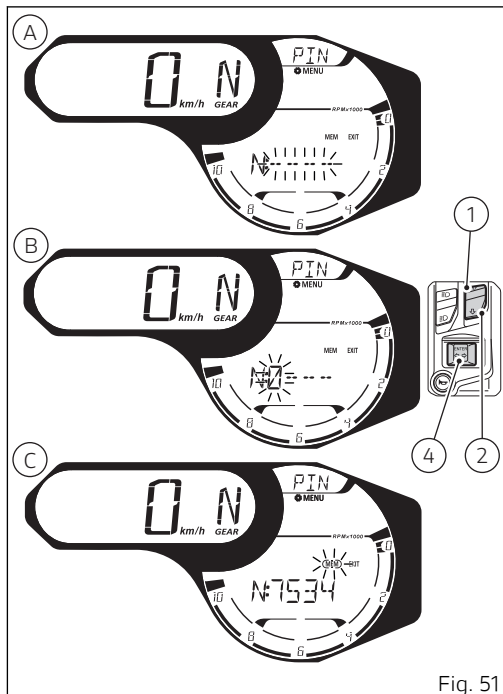

Fig. 51
Al presionar el pulsador (4) para la confirmación del cuarto y último número, en el salpicadero parpadea el borde de la inscripción MEM (C, Fig. 51).
- seleccionar "EXIT" (borde parpadeante) y presionar el pulsador (4) para salir sin guardar el PIN CODE;
- seleccionar cada uno de los números (parpadeantes) del código configurado y presionar el pulsador (4) para modificarlos, repitiendo la introducción del código;
- seleccionar "MEM" (borde parpadeante) (C, Fig. 51) y presionar el pulsador (4) para guardar el nuevo PIN CODE.